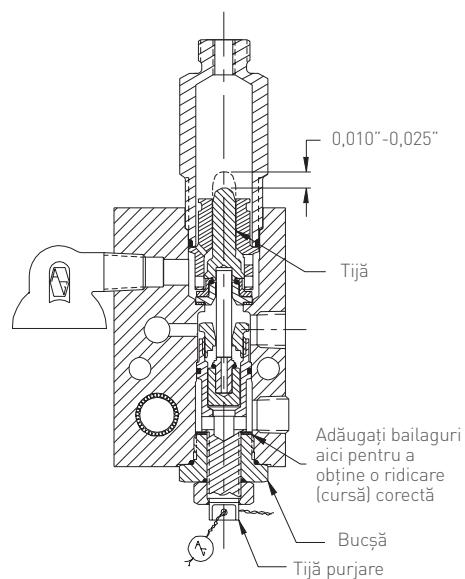

FIGURA 6
2. Dacă reperele 14, 20 și 32 sunt scoase, asigurați-vă că toate bailagurile, reperul 31, au fost puse la loc. Asigurați-vă că în momentul asamblării, fața netedă nemarcată a contrapiuliței - reperul 32 - este pe fața adiacentă a bucușei de purjare. Dacă se înlocuiesc piese metalice interne, verificați și reglați cursa tijei, reperul 6. Pentru procedura de reglare a cursei, raportați-vă la Figura 6.